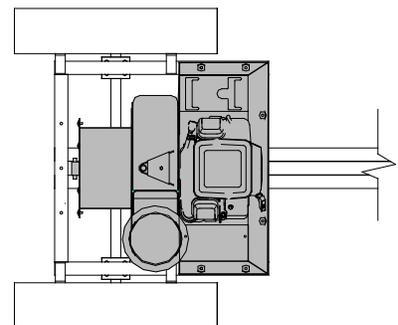

Abb. 11
**Befestigung:** Abb. 11 zeigt die Position bei Befestigung an dem Anhänger, der bei Ihrem Billy Goat Händler erhältlich ist (Billy Goat Teilernr. 791152). Für das Gerät ist nur eine Montageposition vorgesehen.